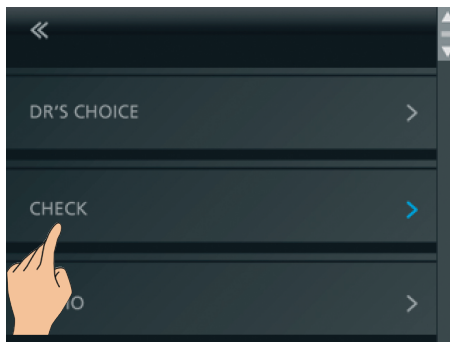

Abb. 28 Auswahl von CHECK
- Gehen Sie zum Menü Einstellungen und wählen Sie die Funktion CHECK (Abb. 28).